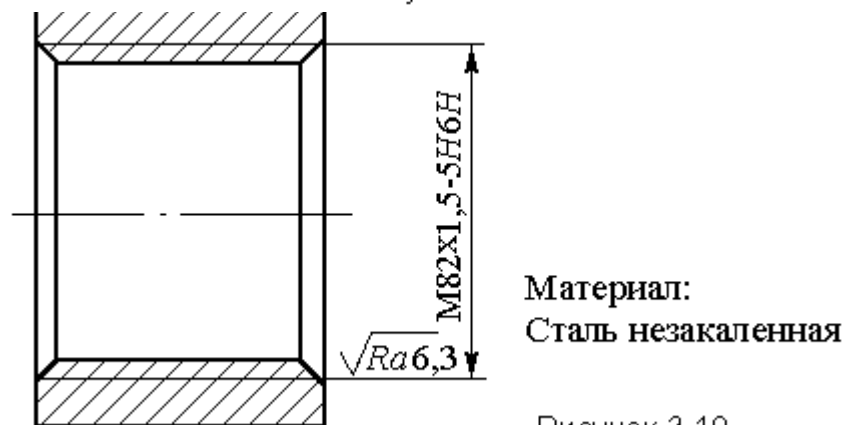

Рисунок 3.19
12. Предложить метод обработки резьбовой поверхности в условиях единичного производства (рисунок 3.19).